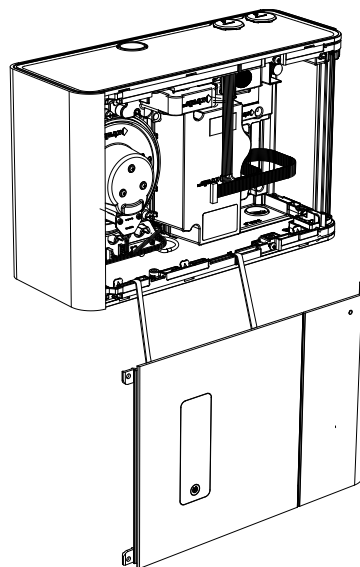

Figure 4-8: Remettre les sangles de retenue en place
5. Remettez les sangles de retenue en place du côté opposé, à l'intérieur du détecteur (Figure 4-8).